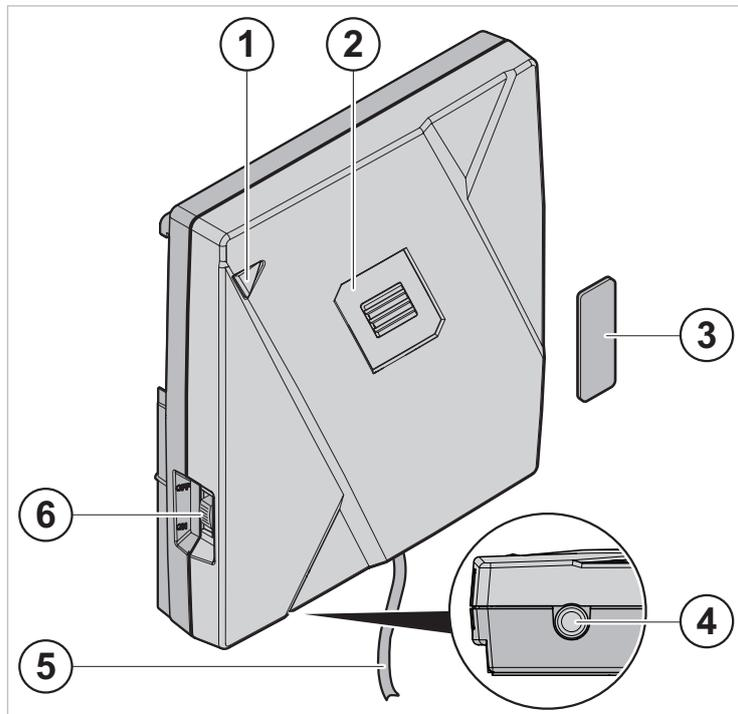

Fig. 1 Sensor-Modul und Montageplatte
- ▶ Rufknopf (2, Fig. 1) 10 s lang gedrückt halten, bis die Beruhigungsleuchte (LED) leuchtet.
- ▶ Rufknopf in der Mitte (2, Fig. 1) drücken.
- ▶ An der Zugschnur (5, Fig. 1) ziehen.
- ▶ Zum Ein-/Ausschalten des Geräts den Ein/Aus-Schalter betätigen (6, Fig. 1).